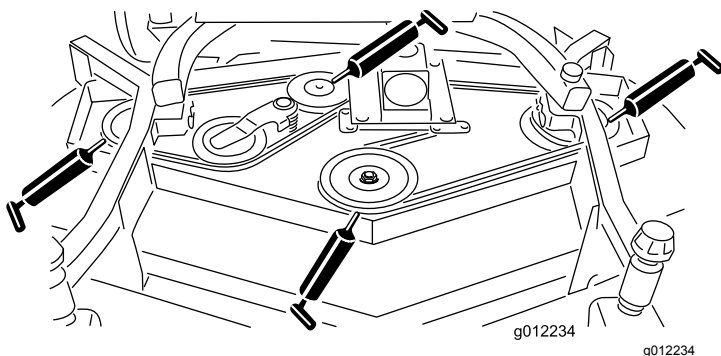

Figura 19
- Cuscinetti dell'asse del mandrino (situati sotto la puleggia) (Figura 19)
- Cuscinetti dell'albero del braccio di rinvio (Figura 19)